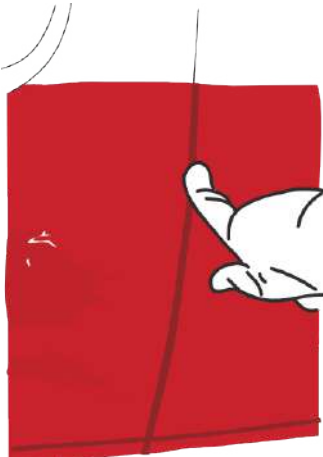

Abbildung 31
- › Kennzeichnen Sie die Umriss des Teilbereichs manuell (tragen Sie dabei einen Handschuh). (Abb. 31)